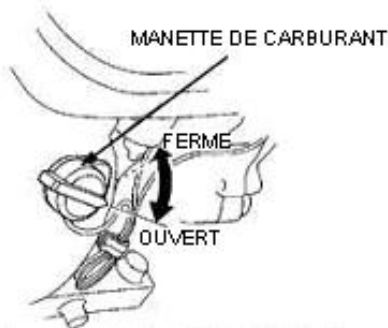

Figure 10. Interrupteur MARCHE / ARRET
2. Placer le **l'interrupteur de moteur MARCHE / ARRET** (Figure 10) en position OUVERT.